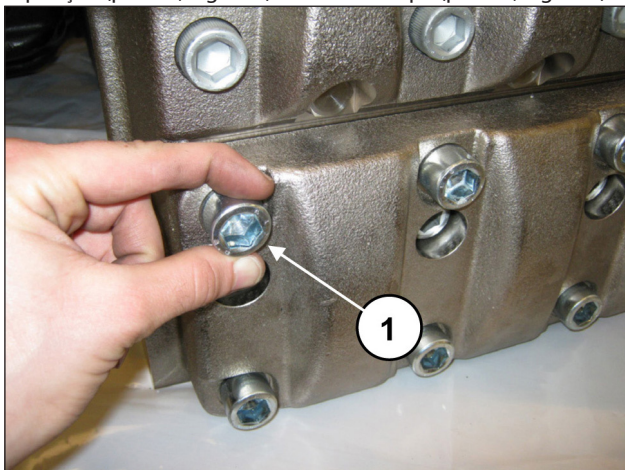
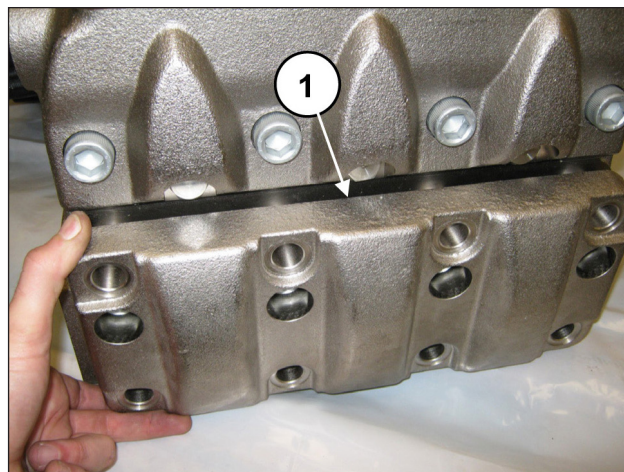

Fig. 142
Fig. 143
Desaperte os 8 parafusos M18x65 da tampa das válvulas de aspiração (pos. ①, Fig. 142) e retire a tampa (pos. ①, Fig. 143).